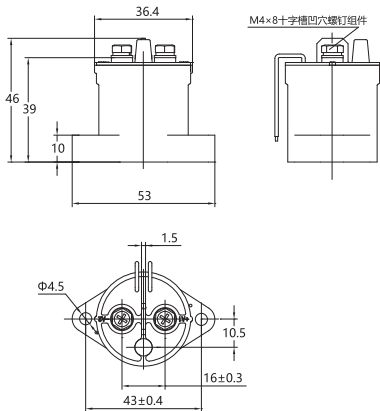

图1 NCZ2-50P外形与安装尺寸示意图
外形与安装尺寸如图1~图17所示，重量见产品箱贴。
(1) NCZ2-50P外形、安装尺寸如图1所示